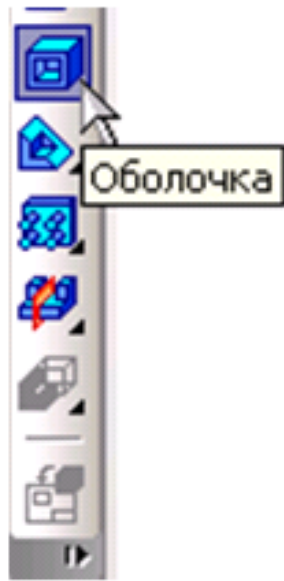
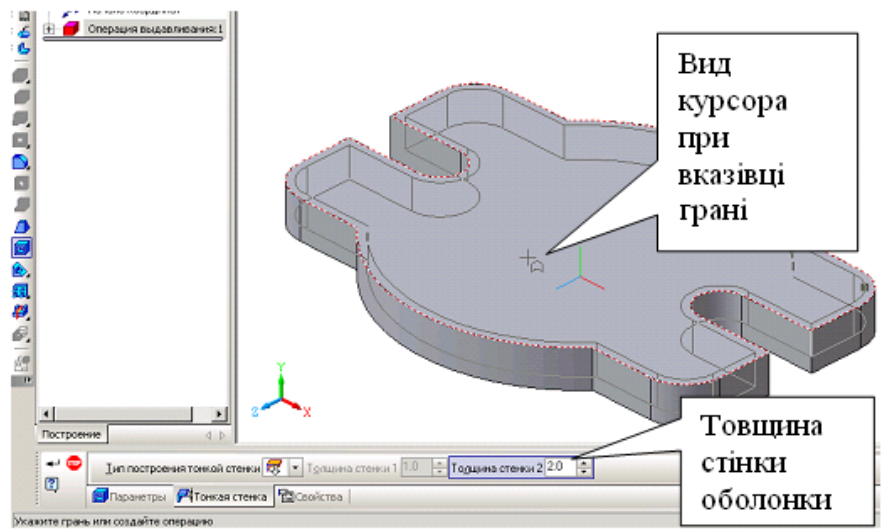
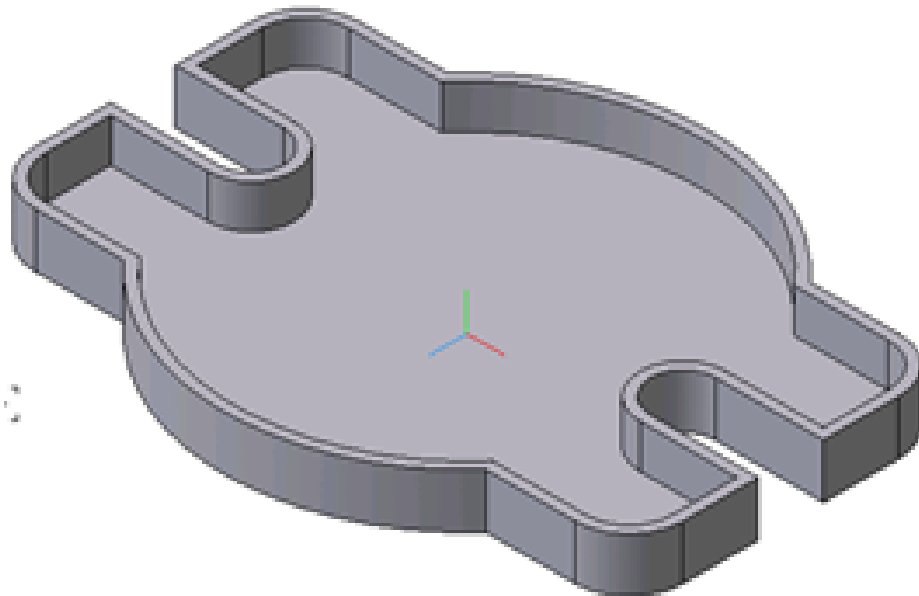

Рис. 3.1.18
Рис. 3.1.19
Рис. 3.1.20
15. Активізуйте команду **Оболочка** (рис. 3.1.18). Встановіть товщину стінки рівну 2мм. На запит системи **Укажите грань** підведіть курсор до горизонтальної площини, курсор змінить свій вигляд (такий вигляд курсор приймає при вказівці грані). Натисніть ліву кнопку миші (рис. 3.1.19). Деталь прийме наступний вигляд (рис. 3.1.20).